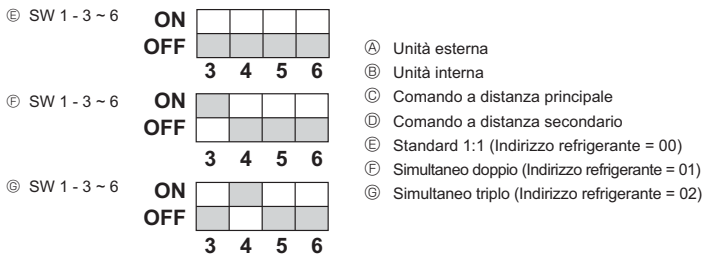

Fig. 10-1
10. Controllo del sistema (Fig. 10-1)